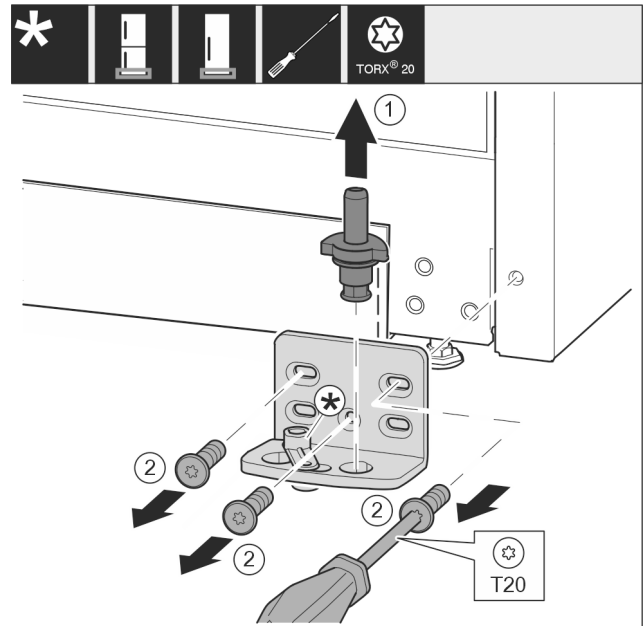

Fig. 17 *
- ▶ Retirer entièrement l'axe de palier Fig. 17 (1) par le haut.*
- ▶ Desserrer les vis Fig. 17 (2) avec un tournevis et retirer le support de palier.*